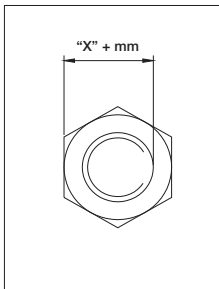

図 6
1. ナット平面からボルト最遠端までの長さを計ります。図6を参照してください。